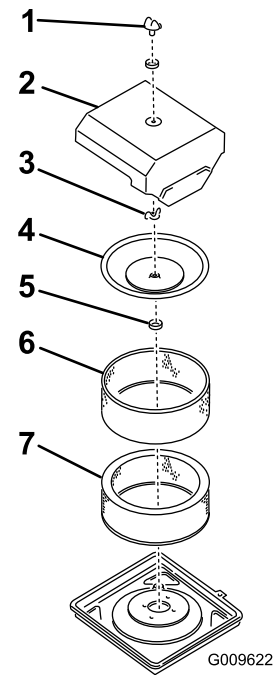

Figura 39
1. Retire el pomo, la junta tórica y la tapa (Figura 39).